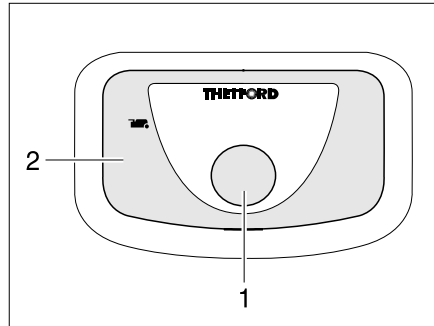

Fig. 145 Bouton pour la chasse d'eau/
- Pour actionner la chasse d'eau, appuyer sur le bouton bleu (Fig. 145,1).
Le voyant de contrôle (Fig. 145,2) s'allume lorsque la cassette Thetford doit être vidée.
- ▷ Après la vidange du réservoir d'eau, actionner plusieurs fois le bouton de chasse bleu (Fig. 145,1) jusqu'à ce qu'il ne sorte plus d'eau du réservoir de chasse.